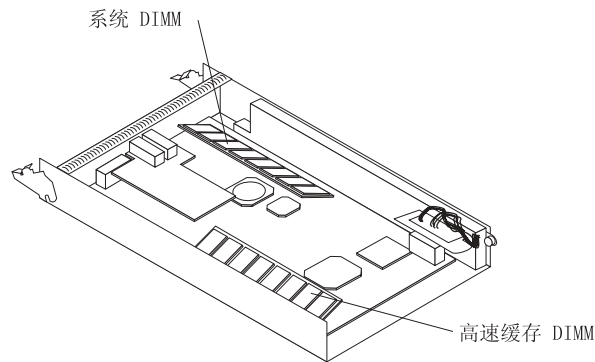

图 51. 高速缓存 DIMM 和系统 DIMM 的位置
- a. 打开 DIMM 接口两端的固定夹。图 51 显示了高速缓存 DIMM 和系统 DIMM。